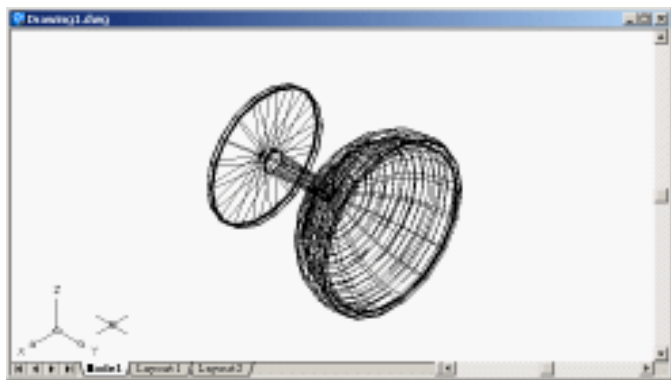

图 14.6 视图变换
(3) 选择【Views】|【3D Views】|【NE isometric view】命令，将视图变换成东北视图，如图 14.6 所示。